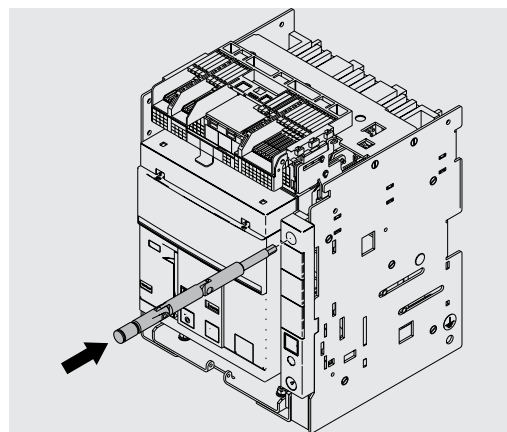

Figura 62
9. Volver a poner la manivela en su alojamiento. Véase Figura 62.